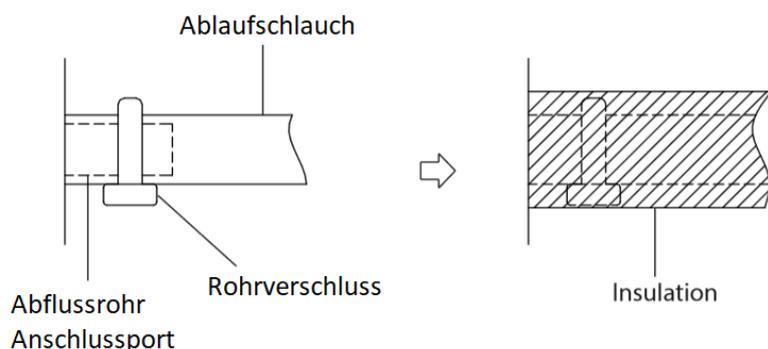

Abb. 6.1
2. Befestigen Sie die Mündung des Ablaufschlauchs am Auslassrohr der Einheit. Schlauchmündung ummanteln und mit einer Rohrschelle festklemmen. (Abb. 6.1)